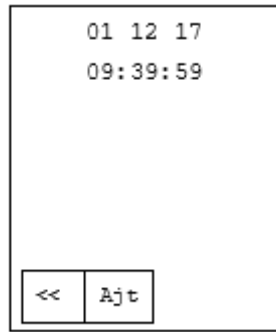

Figura 4
- Selecione através do botão  a opção 'Ajt' e pressione  para entrar no modo ajuste conforme mostra a figura 4.